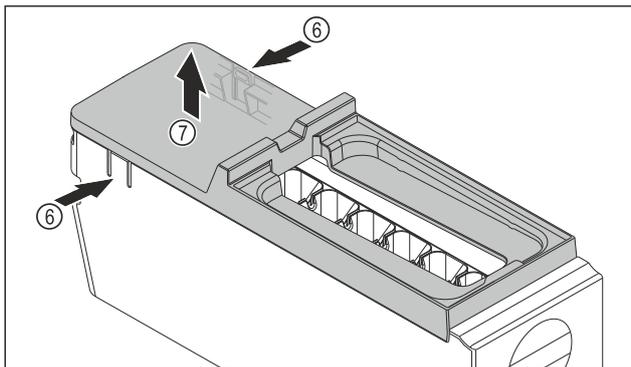

Fig. 78
- ▶ 取出 EasyTwist-Ice 机身的盖板：用一只手按压 EasyTwist-Ice 机身两侧的接片 Fig. 78 (6)。
- ▶ 用另一只手朝上取出盖板 Fig. 78 (7)。